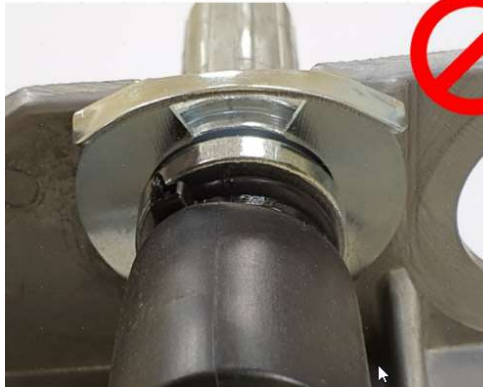

Рис. 14.1
**Неправильно установленное кольцо визуально не выглядит круглым (Рис. 14.1, 14.2)**
В случае неудачной установки (Рис. 14.1, 14.2), извлечь замковое кольцо и проконтролировать его форму визуально. (Рис. 15.1, 15.2).